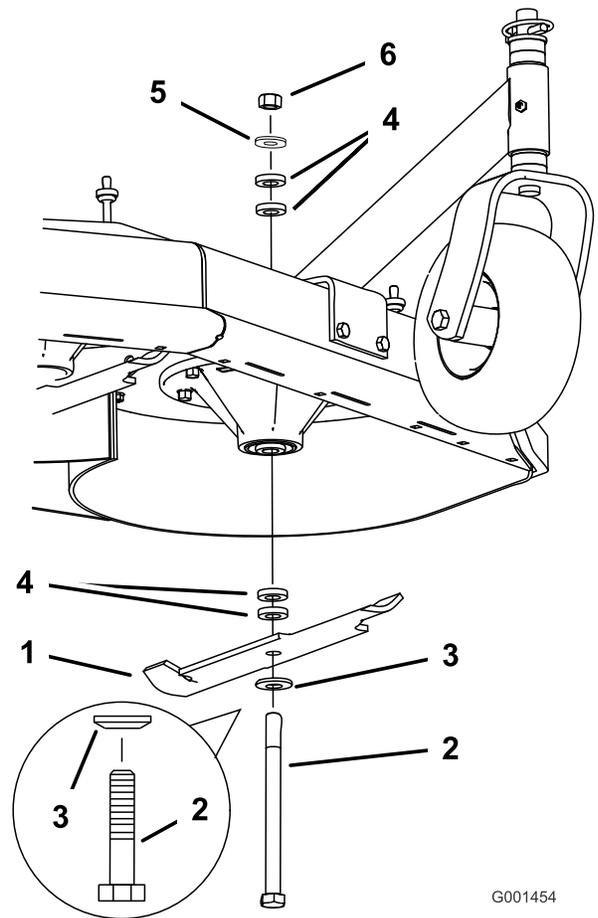
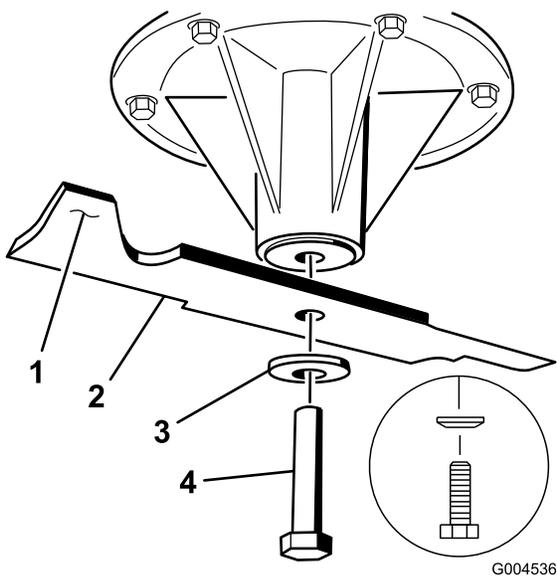

Figura 8
Figura 9
Importante: La vela de la cuchilla (es decir, la sección que está doblada hacia arriba) debe apuntar hacia el interior del cortacésped (Figura 8).
2. Instale las cuchillas nuevas en los ejes con las arandelas y pernos de cuchilla que se retiraron anteriormente (Figura 8 o Figura 9).
3. En cortacéspedes de carcasa fija solamente, apriete el perno de la cuchilla a 101-108 N-m (75-80 pies-libra) (Figura 8).
4. En cortacéspedes GrandStand y cortacéspedes de carcasa flotante, apriete el perno de la cuchilla a 115 – 150 N-m (85-110 pies-libra) (Figura 9).